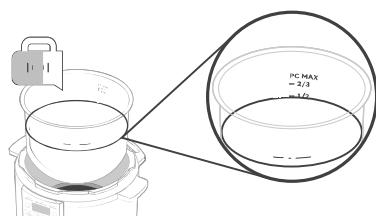

Figure 8.1
2. Remplissez la cuve interne d'eau jusqu'à la ligne « **-½** ». [Figure 8.1]